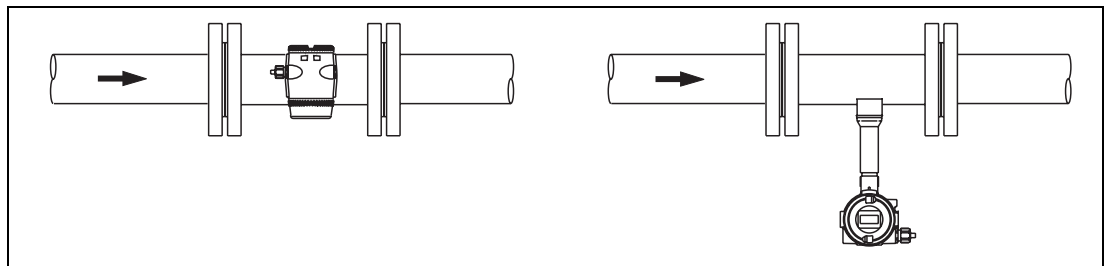

Рис. 4: Установка при температуре измеряемых жидкостей, превышающих 150 °С.
- **при высокой температуре измеряемых веществ (>150 °С) корпус вторичного преобразователя расходомера должен быть установлен в горизонтальной плоскости или в нижнем положении (Рис. 4).**